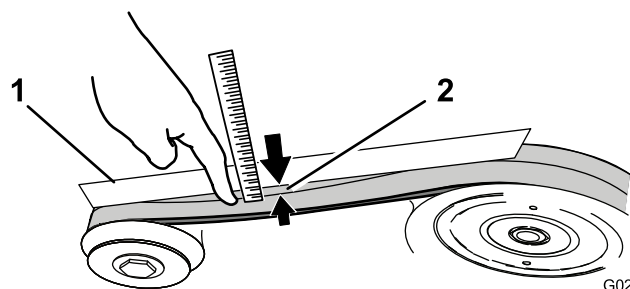

Figura 34
- Presione sobre un tramo de las correas de transmisión (Figura 34) con una fuerza de 4.5 kg (10 libras). Si las correas se desvían más de 6–13 mm (1/4 a 1/2 pulgada), ajuste la tensión de la manera siguiente: